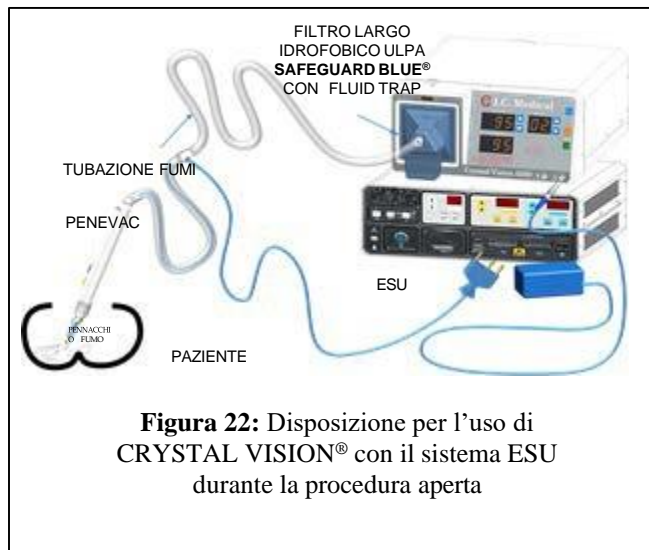

Figura 22: Disposizione per l'uso di **CRYSTAL VISION**[®] con il sistema ESU durante la procedura aperta
3. Riferirsi alla Figura 22 o 23 per conoscere la relativa disposizione.